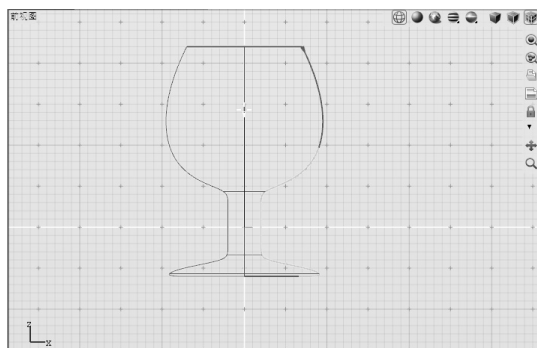

图 4-39 手动调整旋转轴至 Z 轴
3) 保持上一步的旋转操作仍处于工作状态，当控制台提示选取“回转轴开始”时，临时激活“捕捉栅格 2”（快捷键为〈Alt+2〉），在前视图中，将鼠标光标移动至 Z 轴附近并单击，即将回转轴至于 Z 轴，如图 4-39 所示。